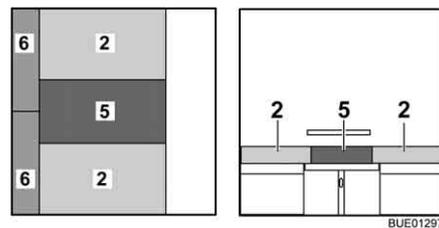

Bild 114 Nach dem Umbau
- Das Zusatzpolster (Bild 114,5) zwischen die Sitzpolster auf den Tisch legen.
- Die Zusatzpolster (Bild 114,6) zwischen die Sitzpolster und die Wand legen.